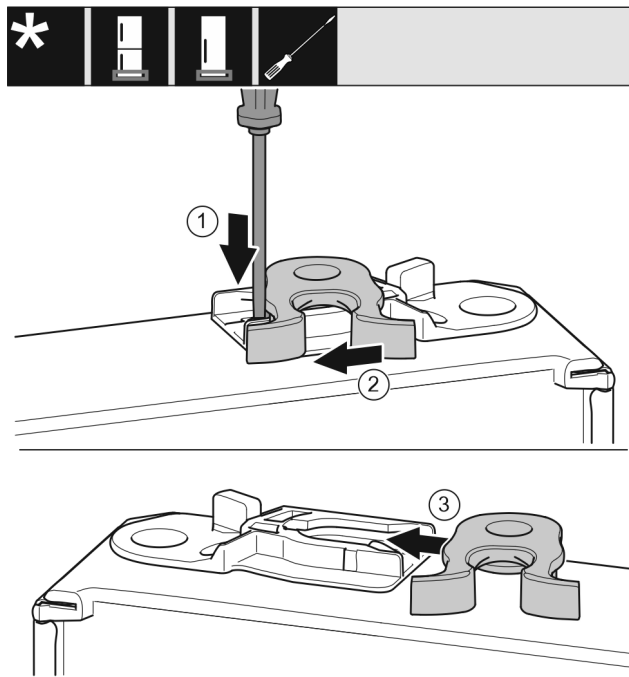

Fig. 24 *
- ▶ Прижмите накладку Fig. 24 (1) шлицевой отверткой вниз.*
- ▶ Выведите запорный крючок Fig. 24 (2) из направляющей.*
- ▶ Вставьте запорный крючок Fig. 24 (3) в направляющую с другой стороны.*